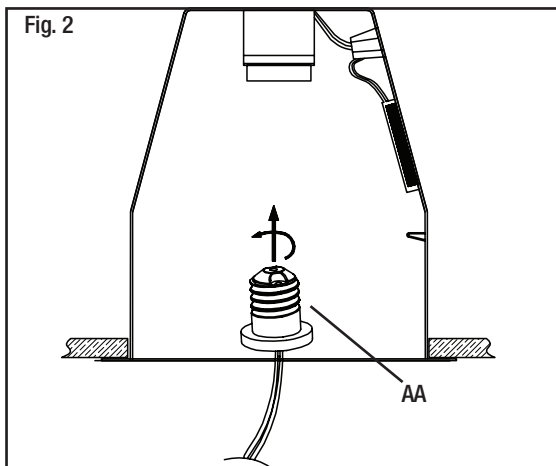

Fig. 2
- Install the adapter (AA) into the socket. (See Fig. 2)
- Instale el adaptador (AA) en el zócalo. (Fig. 2).